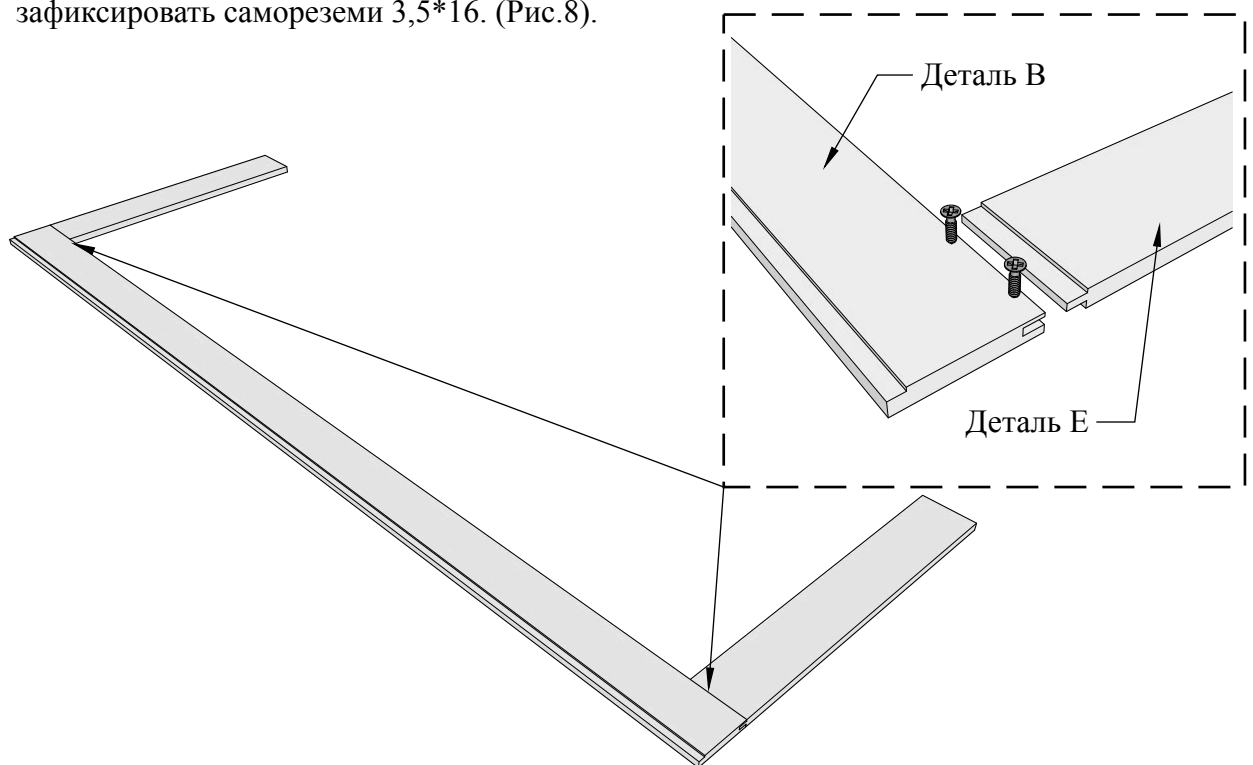

Рисунок 8
4.1 Взять боковые столбы (деталь В), установить по краям боковые царги (деталь Е) и зафиксировать саморезами 3,5*16. (Рис.8).